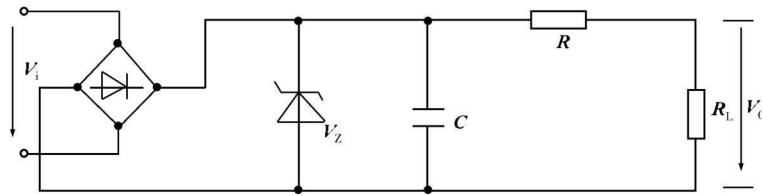

图 1 - 1 - 13
6. 在图 1 - 1 - 14 中，试分析以下几种情况各属于什么供电电路？输出电压多高？哪种情况电烙铁温度最高？哪种情况下电烙铁温度最低？为什么？